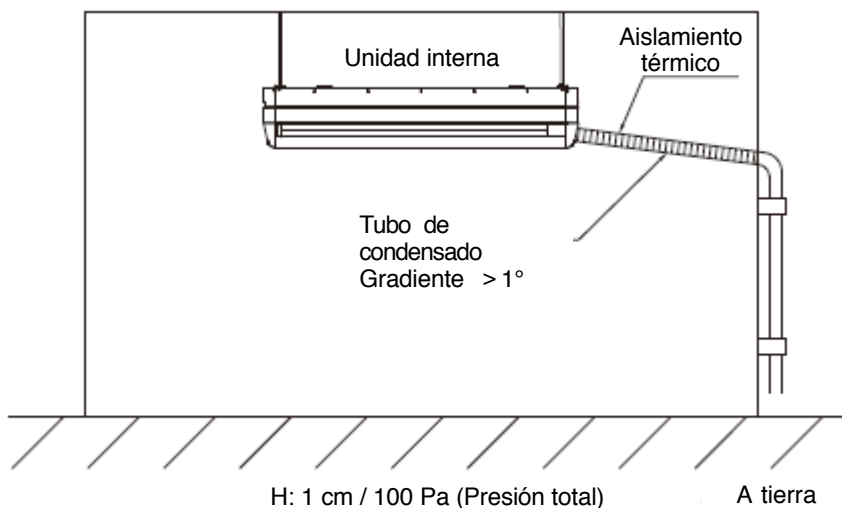

Imagen 25
Cuando la diferencia de la altura entre la unidad interna y la unidad externa es relativamente grande, se tienen que usar los circuitos de aceite para facilitar el retorno del aceite. Por favor, consulte los siguientes métodos típicos de montaje en la imagen 25.
- e. Después de instalar el tubo de condensado, hará una prueba de fuga vertiendo un poco de agua para comprobar si hay una fuga en las juntas y el desagüe es suave. En referencia a la nueva sala, debe realizar la prueba de fugas antes de poner el techo, consulte la Imagen 25.